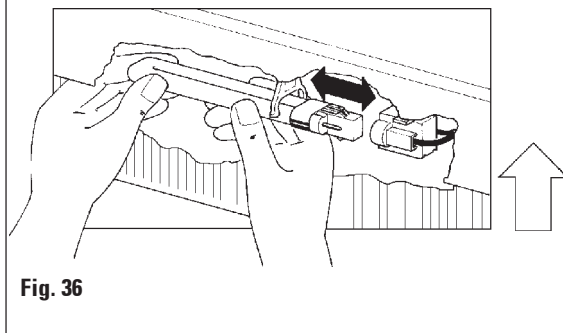

Fig. 36
- Segure a lâmpada na posição de montagem correta, como mostrado (Fig. 36) e empurre-a para a direita até encaixá-la no suporte.